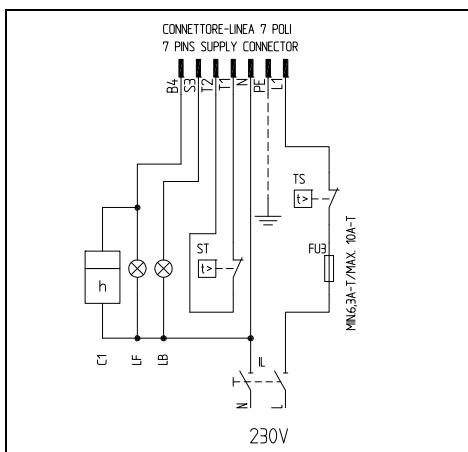
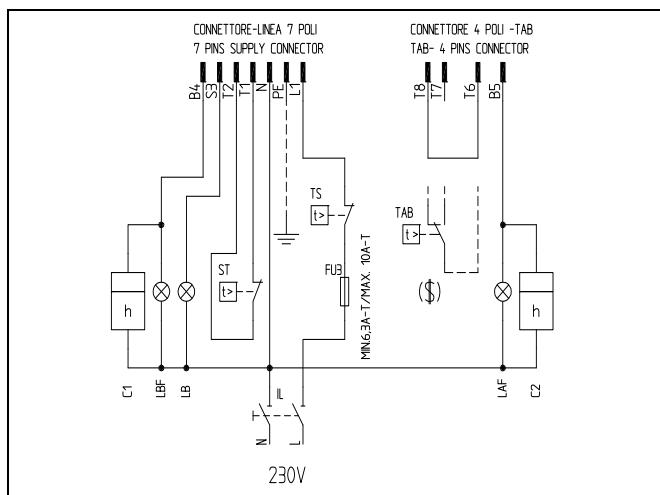

Рис. 5 - 7-и полюсные соединительные разъемы
Рис. 6 - 7- и 4-х полюсные соединительные разъемы
**Соединительный разъем для питания горелки (Рис. 5)**      **Разъем БОЛЬШОГО/МАЛОГО пламени(Рис. 6)**